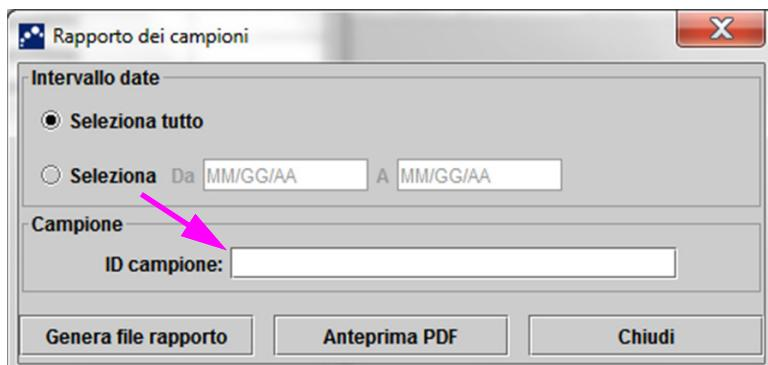

Figura 5-86. Finestra di dialogo Rapporto dei campioni
- 2) Se desiderato, per stampare il rapporto andare alla posizione salvata, aprire il rapporto del test e stamparlo. Verrà stampato un rapporto del test simile a quello presentato nella Figura 5-86.
- B. **Anteprima PDF**: consente di creare un file PDF e di visualizzarlo nella finestra di Adobe Reader. Vedere la Figura 5-86. È possibile salvare e stampare il file PDF tramite il software Adobe Reader.